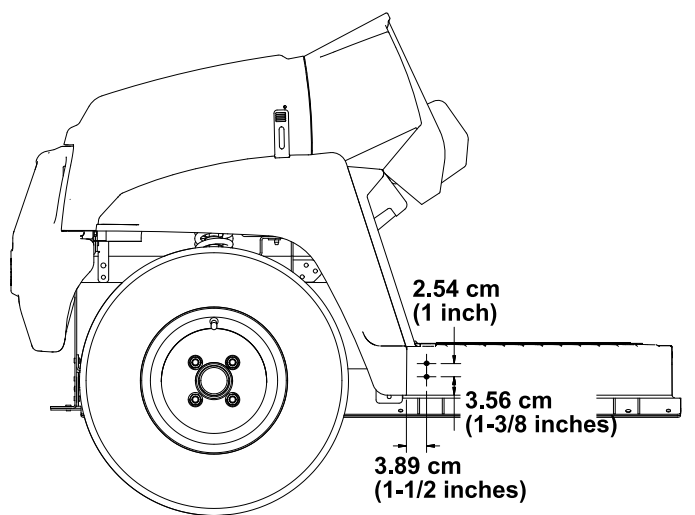

图23
1. 使用图23中所示的尺寸在机器左右侧的底板外侧钻2个孔5/16英寸。